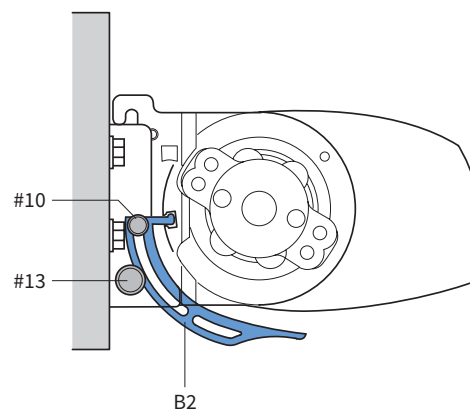

fig. 2.4 Dra fast mittstödet med bifogade bultar
Försäkra dej om att den stöbara delen hamnar rätt i kassetens spår på baksidan, **se fig 2.4**
4. Sätt den stöbara delen (B2) med bifogade bultar, **se fig 2.4**